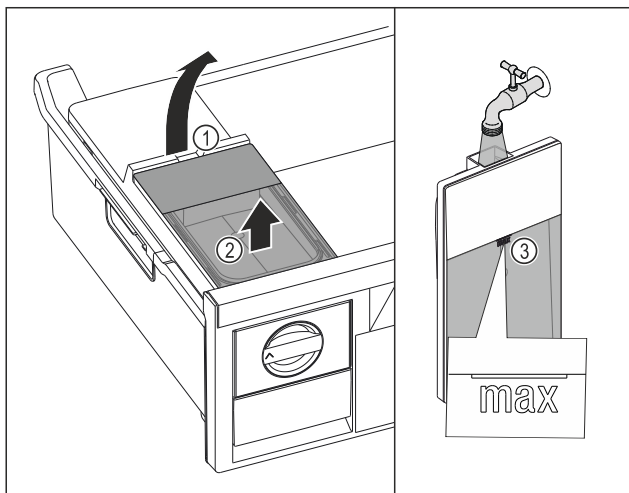

Fig. 71
- ▶ Løft vannbeholderen ved utsparingen Fig. 71 (1).
- ▶ Løft vannbeholderen ut av skuffen. Fig. 71 (2)
- ▶ Fyll vanntanken med vann opp til markeringen Fig. 71 (3).